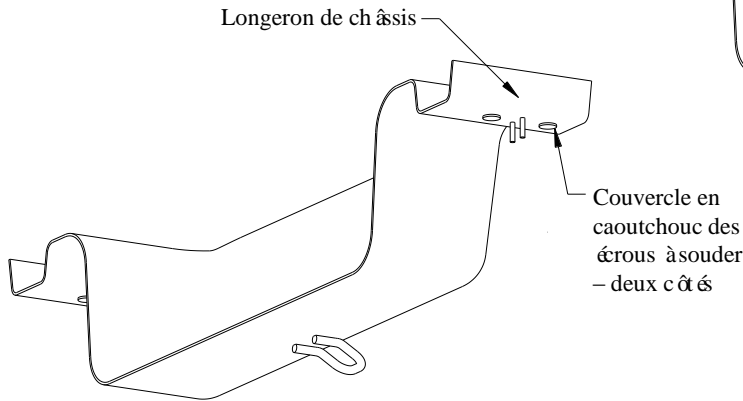

FIGURE 1
①	Qté (2)	Boulon hexagonal, M10 x 1.25 x 40mm	④	Qté (1)	Espaceur
②	Qté (2)	Rondelle conique, 7/16 po	⑤	Qté (1)	Rondelle conique, 1/2 po
③	Qté (1)	Boulon de carrosserie, 1/2 x 13 x 2 po	⑥	Qté (1)	Écrou
- Enlever et se départir des couvercles en caoutchouc des écrous à souder arrière, comme illustré à la figure 1.